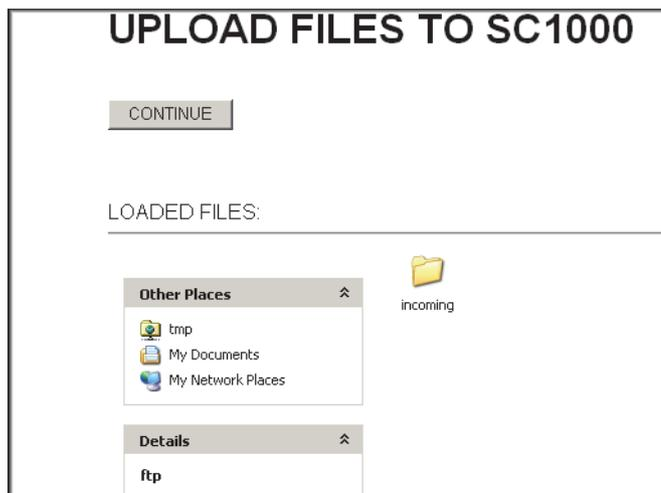

Figure 13 Transfert des fichiers
11. Copiez et collez les fichiers dans le répertoire **incoming** du navigateur web (Figure 13).